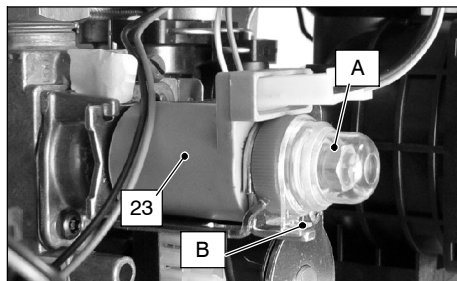

fig. 7.2
14 Rimontare il cappuccio di protezione "A" fig. 7.2
- 6 Rimuovere il cappuccio di protezione "A" dell'operatore modulante 23 in fig. 7.2 ruotandolo in senso orario per liberarlo dal fermo "B" e facendo leva con un cacciavite piatto nella scanalatura.